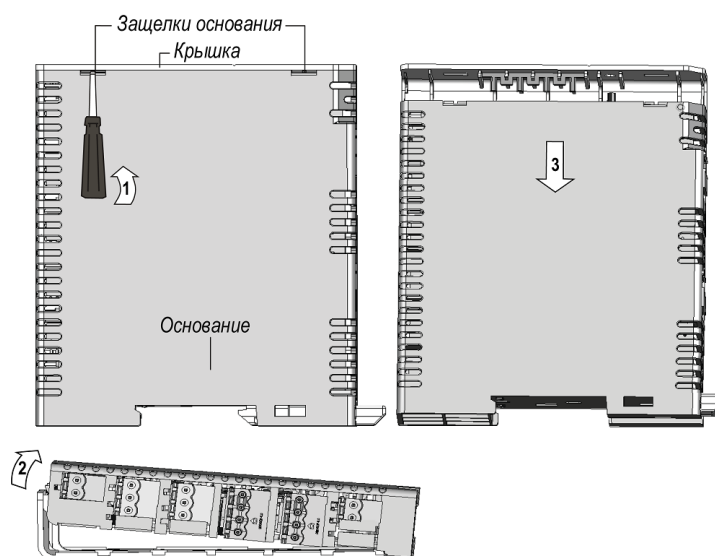

Рисунок 6.4 – Отсоединение крышки прибора
1. Снять крышку прибора. Для этого необходимо перевернуть прибор крышкой вниз и основанием вверх, чтобы получить доступ к защелкам основания корпуса (см. рисунок 6.4). Используя отвертку, надавить и слегка отогнуть одну из защелок основания в направлении, указанном стрелкой **1**, затем потянуть основание вверх в направлении, указанном стрелкой **2**, после чего отсоединить основание от крышки, сдвинув его в направлении стрелки **3**;